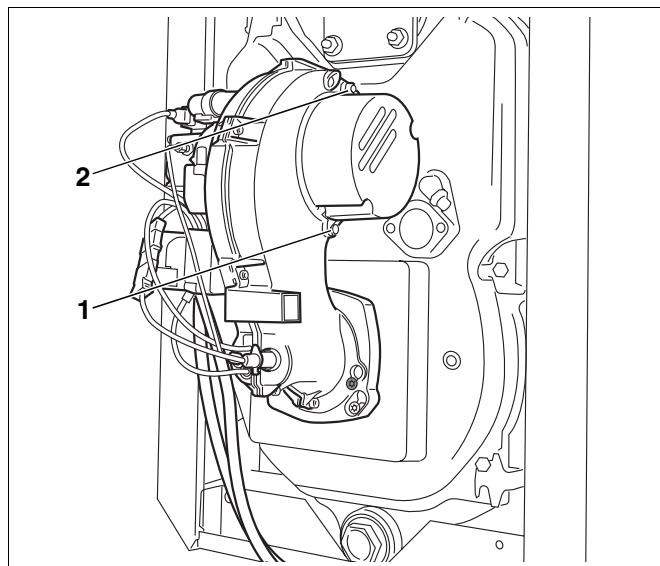

Рис. 23 Осмотр крыльчатки вентилятора
- Открутить два болта с внутренним шестигранником SW 5 (рис. 23, **поз. 1 и 2**).